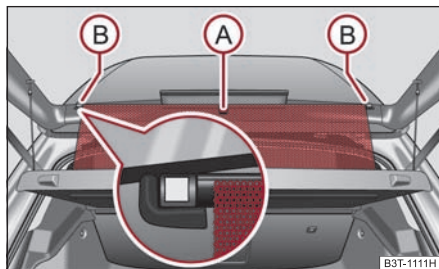

Fig. 71 Dérouler le store pare-soleil
- Extrayez le store pare-soleil de la poignée (A) et accrochez-le dans le support magnétique (B) ⇒ fig. 71.